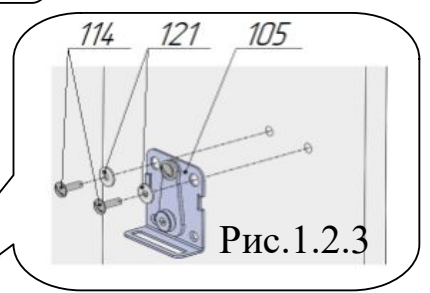
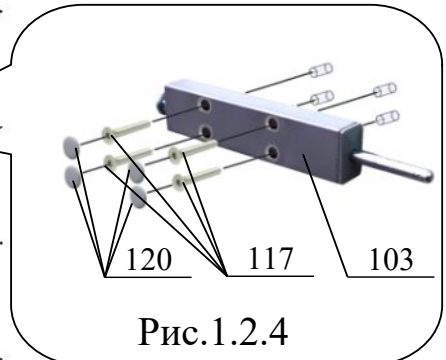
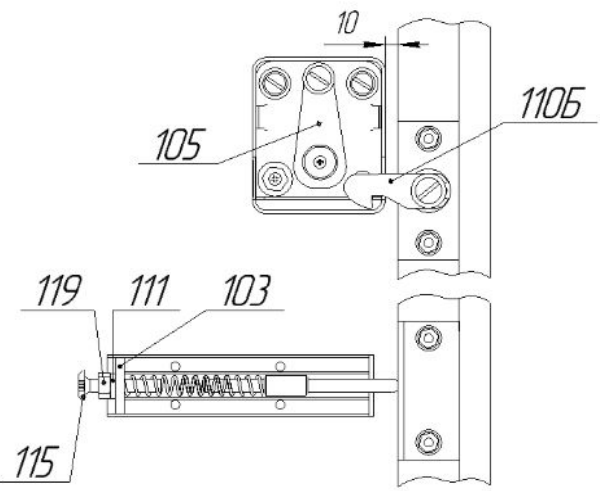

Рис.1.2.3
Рис.1.2.4
Рис.8
**ВЫБЕРИТЕ СТОРОНУ, С КОТОРОЙ ВАМ БУДЕТ УДОБНЕЕ ОТКРЫВАТЬ КРОВАТЬ. С ЭТОЙ СТОРОНЫ УСТАНАВЛИВАЙТЕ МЕХАНИЗМ ФИКСАЦИИ ПОЗ.105 И КОРПУС ТОЛКАТЕЛЯ ПОЗ.103 С ДЕТАЛЯМИ (РИС.1.2.3, 1.2.4). ДАЛЕЕ БУДЕТ ОПИСАНИЕ СБОРКИ С УСТАНОВКОЙ МЕХАНИЗМА ПОЗ.105 И КОРПУСА ТОЛКАТЕЛЯ ПОЗ.103 С ПРАВОЙ СТОРОНЫ КОРОБА.**
К панели поз.42 присоединить механизм фиксации поз.105, используя винты поз.114, шайбы поз.121 (рис.1.2.3). Присоединить к панели поз.42 толкатель поз.103 (рис.1.2.4 и рис.8). Для закрепления к коробу использовать винты поз.117. На головки винтов поз.117 установить заглушки поз.120 (рис.1.2.4).
9. Отрегулировать упор, установленный по рис.1.2.4. Для этого поднять раму кровати в вертикальное положение. Надавить на раму в области установленного механизма фиксации поз.105. Вращением винта М8х45 поз.115 добиться, чтобы рама кровати не доходила до касания с механизмом фиксации поз.105 (рис.8) 10мм. Придерживая от вращения винт поз.115, затянуть гайку поз.119 до упора так, чтобы шайба поз.111 оказалась прижата к корпусу толкателя поз.103.
Для этого поднять кровать в вертикальное положение. Надавить на верхний угол рамы кровати около механизма фиксации поз.105 до зацепления собачки поз.110Б за механизм фиксации поз.105 (рис.8). Должен быть слышен чёткий щелчок. Повторное нажатие приведёт к отсоединению собачки и наклону рамы кровати для дальнейшего опускания в горизонтальное положение.